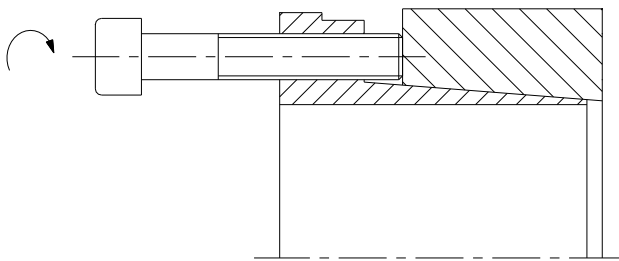

Fig. 8: Allentamento del kit di serraggio KTR 200
- Avvitare le viti di bloccaggio nella filettatura di estrazione dell'anello interno (componente 2) (figure 8 e 9).